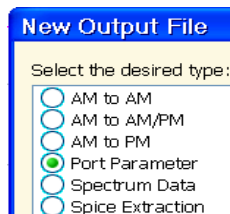

Рис. 6.62
2. Выберите **Add Output File**, откроется окно **New Output File**, показанное на рис. 6.62. Отметьте **Port Parameter** и нажмите **OK**.